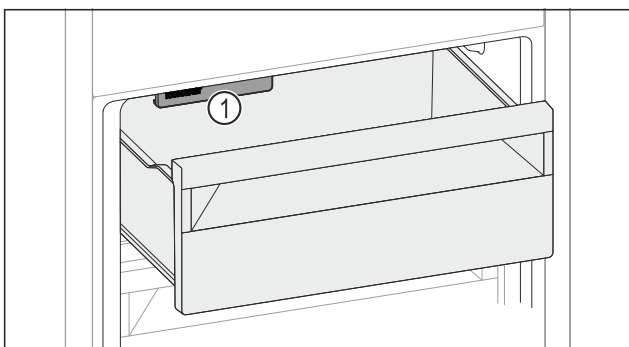

Fig. 65
- ▶ Слідкувати за функцією IceMaker Fig. 65 [1].